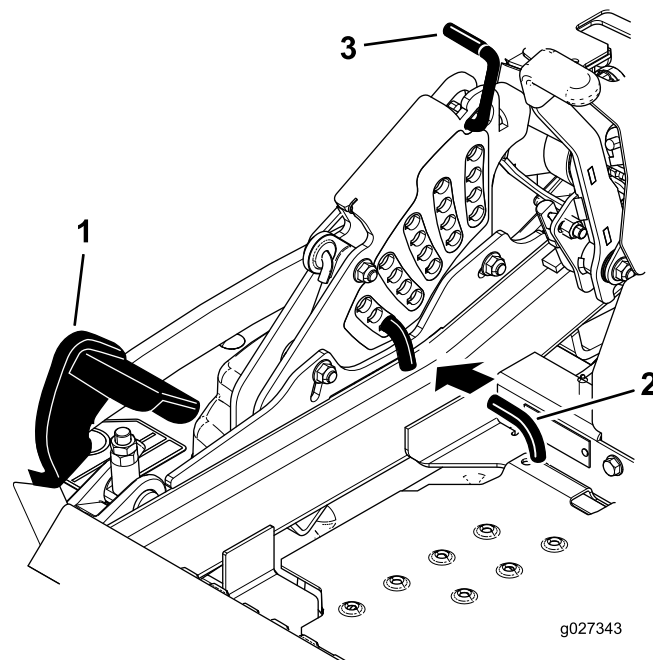

Figura 92
5. Empuje el pedal de elevación de la carcasa hacia delante del todo; la carcasa se enganchará en la posición de transporte de 14 cm (5½") (Figura 92).